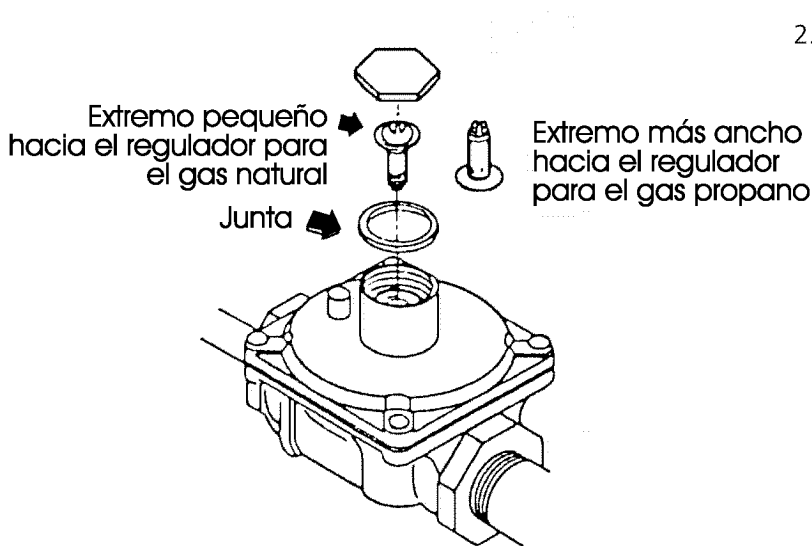

Figura 1
- Dé la vuelta al pistón, poniendo el extremo agrandado hacia abajo, para uso con el gas propano/de petróleo licuado (vea la figura 1)